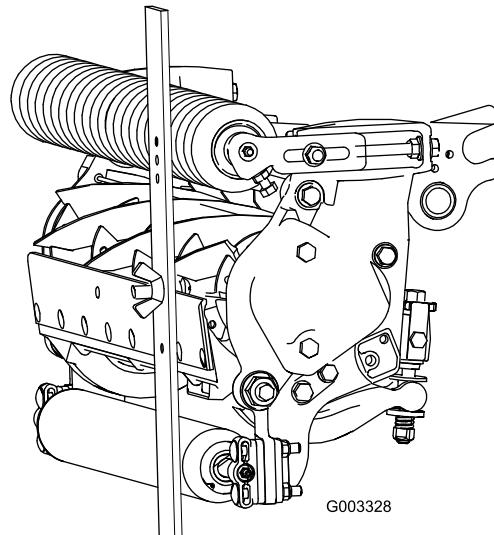

Figura 17
extremidade traseira da barra no rolo traseiro (Figura 17).
- Rode o parafuso de ajuste até que o rolo frontal entre em contacto com a barra indicadora (Figura 17). Ajuste ambas as extremidades do rolo até que todo o rolo esteja paralelo à lâmina de corte.